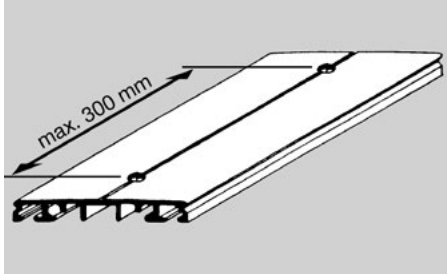
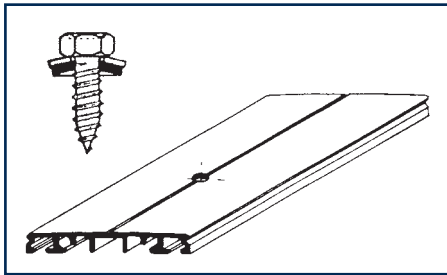
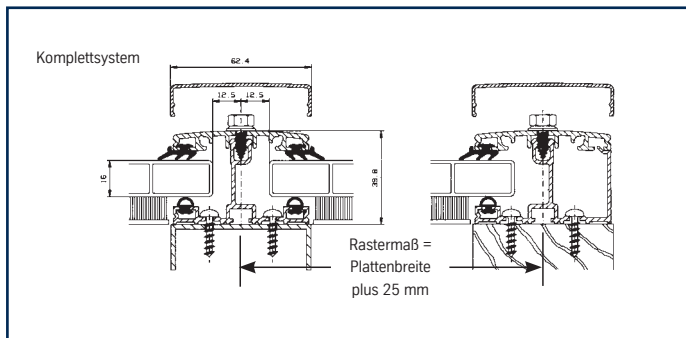

Abb. 21
Abb. 22
Abb. 23
Vor dem Einlegen der Platte in die Verlegeprofile sollten Sie sich noch einmal von der notwendigen Ausdehnungsmöglichkeit überzeugen (siehe Abb. 23/24):
a) Beim Komplettsystem wird das Sprossenoberprofil nun von Ihnen in der dafür vorgesehenen Bohrrut mit Durchgangsbohrungen versehen. Der Abstand der Bohrungen (\varnothing 7 mm) darf nicht mehr als maximal 30 cm betragen (siehe Abb. 21). Um einen optimalen Profilkontakt zu erreichen, ist eventuell ein Entgraten der Bohrlöcher vorzunehmen (entfällt bei Oberprofilssystemen und vorgelochten Profilen). Fügen Sie nun das Sprossenoberprofil mit dem entsprechenden Sprossenunterprofil zusammen (siehe Abb. 23) und verbinden beide mit der für das System vorgesehene Edelstahlsschraube (siehe Abb. 22).